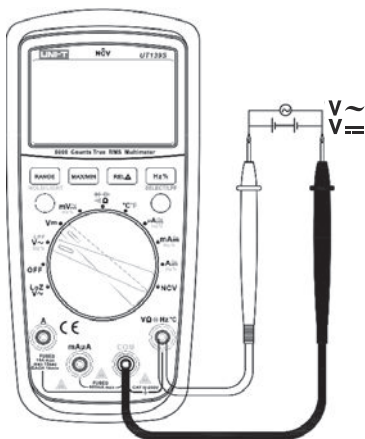

Рисунок 3
- 1) Установите поворотный переключатель в положение $V \sim$ или $V ==$ (Рисунок 3).